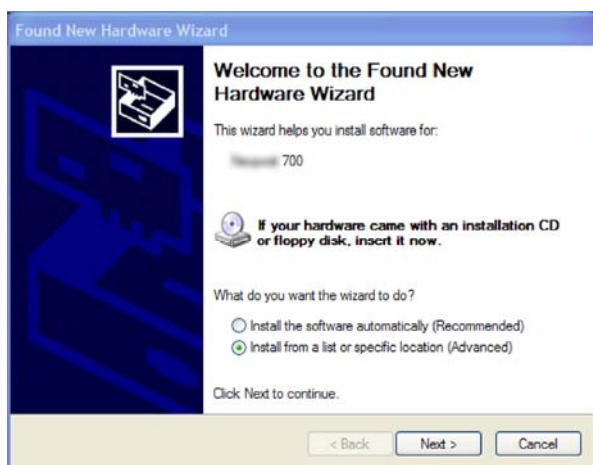
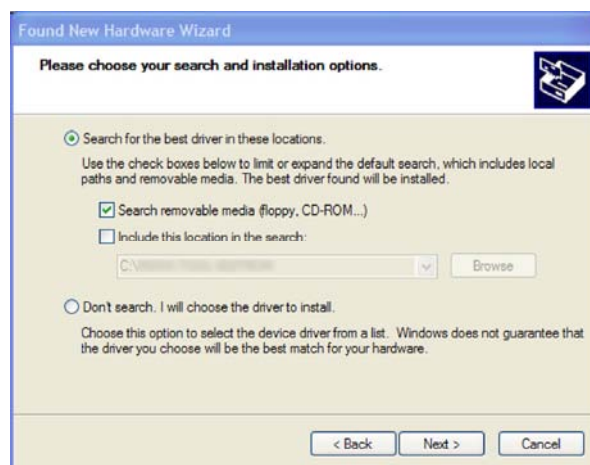

Abbildung 55: Assistent für das Suchen neuer Hardware
Abbildung 56: Empfohlene Installationsoption
- Wählen Sie die Installationsarten wie in Abbildung 55 und Abbildung 56 gezeigt. Der Assistent durchsucht die CD-ROM nach Druckertreibern und installiert diese.